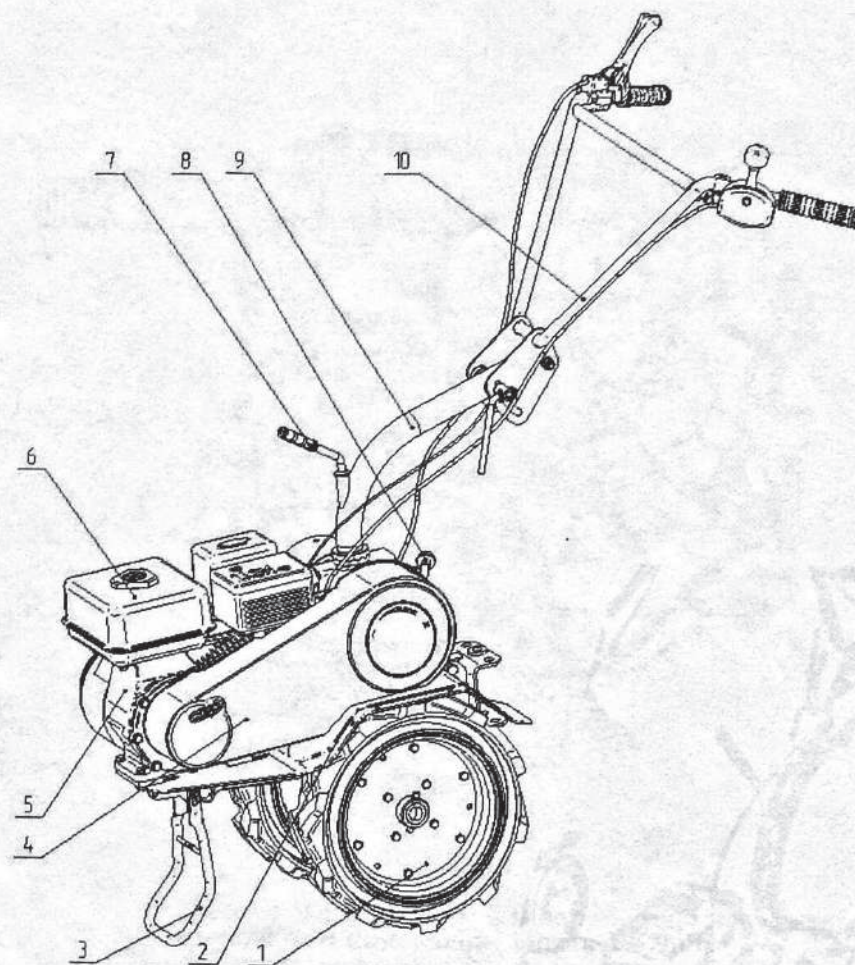
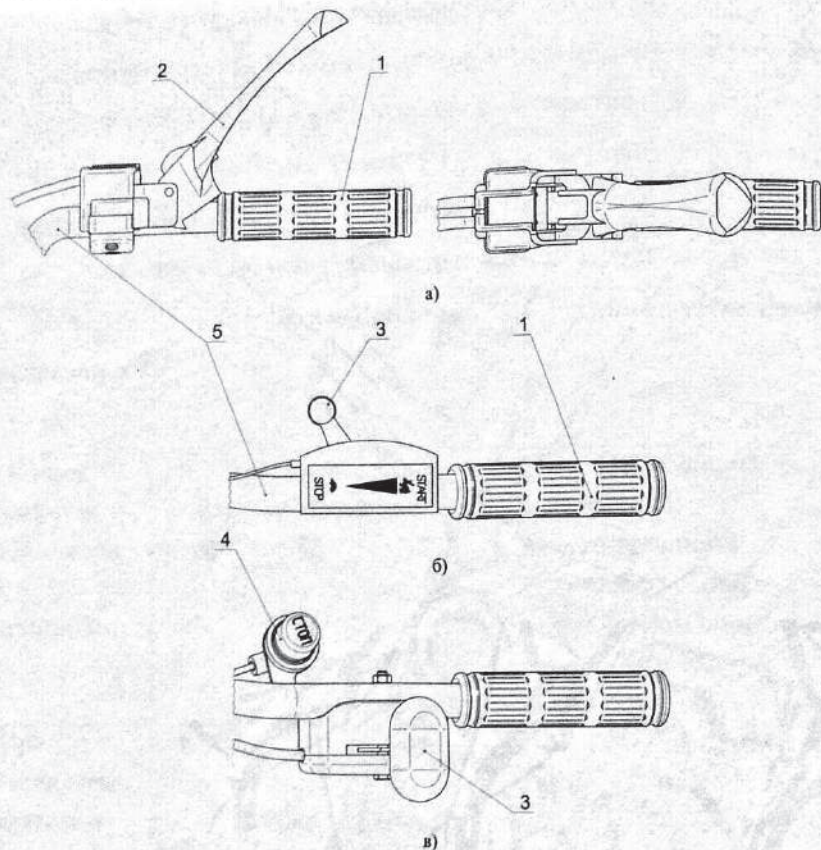

Рис.1 Устройство мотоблока
Рис. 2 Органы управления мотоблоком
двигателе рычаг переключения передач должен быть в положении «Н» (нейтраль) рис.5. Перед началом движения рукоятку-опору 3 рис.1 перевести в горизонтальное положение.
При запуске мотоблока рычаг сцепления 2 (рис.2а) на правой рукоятке находится в положении «Выключено» (рычаг отжат). Рычаг управления дроссельной заслонкой 3 (рис. 2б, 2в) на левой рукоятке, установите в положение «Start». Рычаг воздушной заслонки карбюратора (находящийся на двигателе) установите в положение «Перекрыть». Убедитесь, что рычаг переключения передач 8 (рис.1) в нейтральном положении («Н» на этикетке положений рычага переключения передач). Произведите пуск двигателя, как указано в «Руководстве по эксплуатации двигателя».
Примечание: Мотоблок выпускается с двумя вариантами рычага управления дроссельной заслонкой (рис.2б и 2в) в зависимости от типа применяемого двигателя.
Оставляя рычаг сцепления 2 (рис. 2а) в положении «Выключено», переместите рычаг управления передач 8 (рис. 1) в
положение «I» (1-я скорость), переместите рычаг управления дроссельной заслонкой двигателя 3 (рис. 2б) на левой рукоятке мотоблока по часовой стрелке (на увеличение частоты вращения двигателя). Плавное перемещение рычага сцепления из положения «Выключено» в положение «Включено». Колеса начнут вращаться.
По окончании работы мотоблока выключите сцепление, уменьшите частоту вращения двигателя, переведите рычаг переключения передач в положение «Н» (нейтраль), переведите двигатель на режим «Холостой ход», проработайте на холостом ходу 2...3 мин и остановите двигатель, нажав на кнопку «Stop» 4 (рис. 2в), находящуюся на левой рукоятке. Закройте топливный кран на топливной баке двигателя. Если в исполнении мотоблока кнопка «Stop» отсутствует, то необходимо довести рычаг управления дроссельной заслонкой 3 до положения «Stop» (рис. 2б).
Высота руля мотоблока устанавливается следующим образом: установите мотоблок в горизонтальное положение, ослабьте зажим 3 рис. 6, поднимите или опустите руль на требуемую высоту и затяните зажим. Для поворота руля необходимо отвернуть на несколько оборотов ручку стойки руля 7 рис. 1, повернуть на нужный угол стойку руля и завернуть ручку до упора.
- снимите защитный кожух 4 рис. 1 клиноременной передачи;
- включите сцепление, т.е. рычаг сцепления 2 рис. 2а, прижмите к рукоятке;